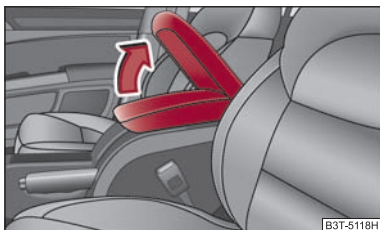

Fig. 113 Cotiera: Compartimentul de depozitare
- Deschideți capacul cotierei în sensul săgeții ⇒ fig. 113.